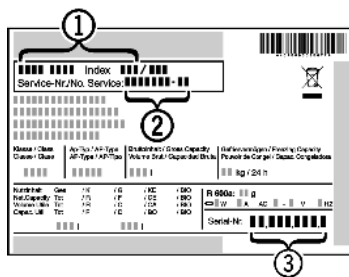

Fig. 33
- ▶ Назва пристрою *Fig. 33 (1)*, сервісний номер *Fig. 33 (2)* та серійний номер *Fig. 33 (3)* вказані на заводській табличці. Заводська табличка знаходиться всередині пристрою, зліва.